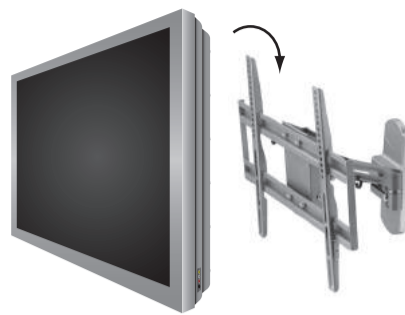

Fig. 4 – Engatar cuidadosamente o écran na chapa de parede.
1. Com a ajuda de outra pessoa, erguer cuidadosamente o écran e posicioná-lo no suporte (ver Fig. 4). Posicionar o écran no centro do suporte, e não largar o mesmo enquanto os braços do suporte não estiverem firmemente engatados nas hastes.